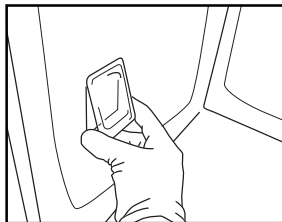

Fig. 9
5. Reposez le cache de l'ampoule en l'enfonçant jusqu'à ce qu'il s'enclipsé (Fig. 9).